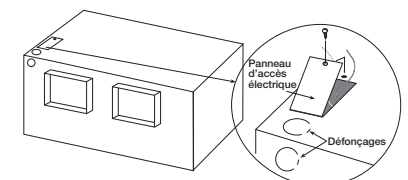

Figure 6 — Ouverture défonçable
2. Détacher le passage de câbles défonçable sur le dessus ou le côté, en fonction de la direction de câblage, en le repliant d'un côté à l'autre pour casser les languettes (Figure 6).